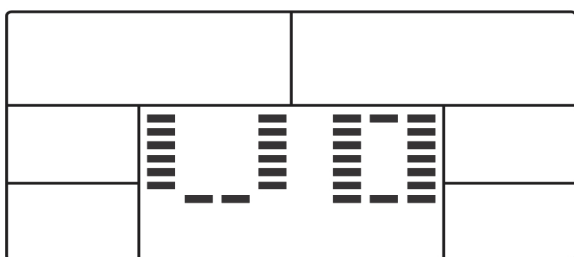

Figure 3
2. À l'aide des touches +/-, vous pouvez sélectionner un programme utilisateur (User 0~4) et le valider en appuyant sur la touche MODE (figures 3 et 4). Réglez ensuite les données utilisateur : SEX (sexe), AGE (âge), HEIGHT (taille) et WEIGHT (poids). Appuyez sur les touches +/- pour sélectionner les valeurs correspondantes (voir fig. 5 à 8).